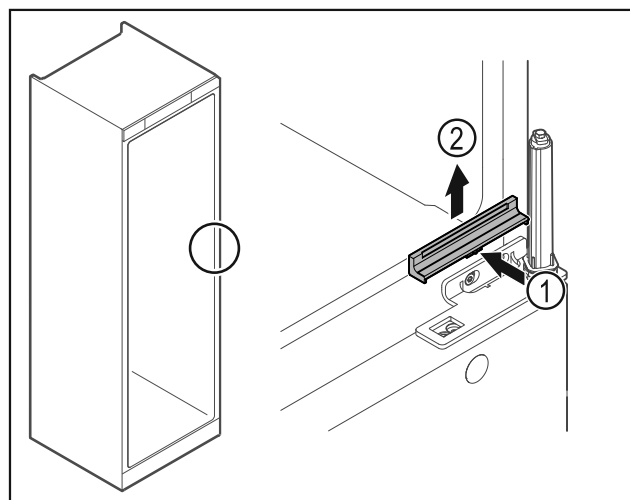

Fig. 31
- ▶ Osłonę Fig. 31 (1) należy lekko docisnąć po środku i wyciągnąć do góry Fig. 31 (2).